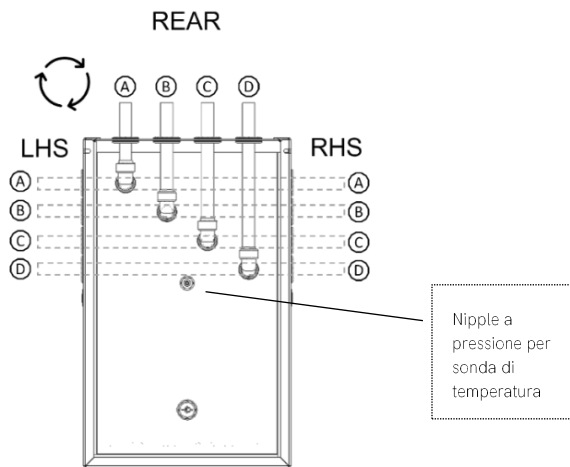

Fig. 8 – Porte della batteria termica Thermino TS
- Ruotare i raccordi a gomito verso il lato in cui si desidera collegare l'impianto idraulico (sinistra, destra o indietro) (Fig. 8).
collegato alla porta B e il ritorno dalla batteria termica deve essere collegato alla porta C (Fig. 8).
1. Verificare che il sensore di temperatura della batteria termica non si sia staccato durante il trasporto e che sia completamente inserito nel suo alloggiamento. L'indicatore bianco deve essere posizionato sulla parte superiore del pressacavo blu (v. Fig. 8).